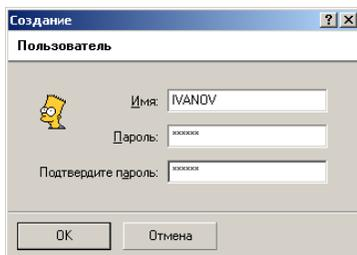

Рис. 5.9. Пользователь
- ▶ В появившемся окне **Пользователь** (см. Рис. 5.9) ввести имя (логин) пользователя латинскими буквами (например, IVANOV) и его пароль для входа в систему. Для контроля правильности ввода пароль необходимо ввести дважды и затем нажать кнопку [ОК].